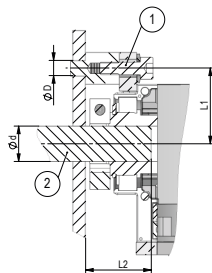
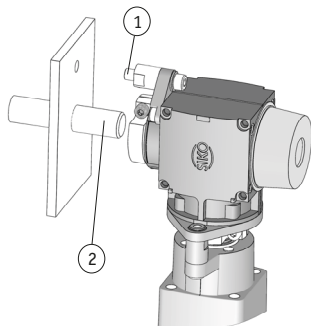
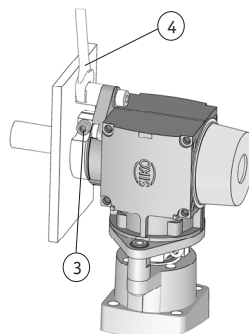

Abb. 3: Einbaumaße
Abb. 4: Montage
Abb. 5: Anzugsmoment Schrauben
- ▶ Sorgen Sie für einen geringen Wellen- und Winkelversatz zwischen Welle und Aufnahmebohrung durch geeignete Fertigungsmaßnahmen (siehe Abb. 3 + Tab. 1).
Unsachgemäße Montage der Drehmomentstütze (siehe Abb. 3) führt zur Zerstörung des Gehäuses.
### Montage Winkelgetriebe inkl. Stellantrieb auf Kundenwelle (Abb. 3, Abb. 4, Abb. 5)